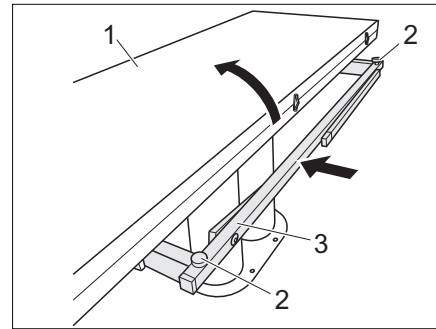

Fig. 107 Ridurre le dimensioni del tavolo
- Richiudere la metà del tavolo (Fig. 107,1).
- Avvitare le due viti di regolazione (Fig. 107,2).
- Inserire la sottostruttura del tavolo (Fig. 107,3).